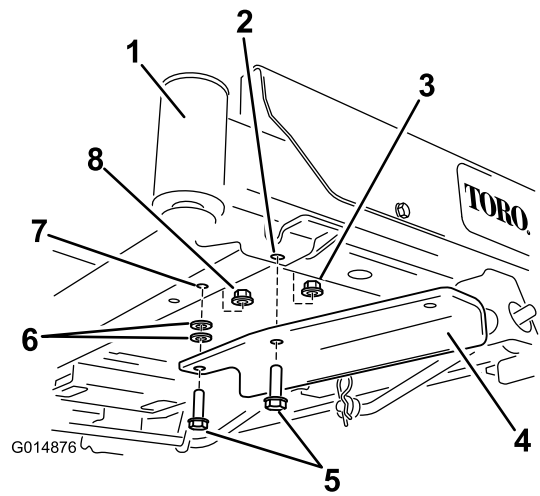

Bild 6
- Maschinen ohne Hubfußpedal: Befestigen Sie die Halterung mit zwei Schrauben (3/8" x 1-1/4"), zwei Scheiben und zwei Sicherungsmuttern (3/8") (Bild 6). Eine Sicherungsmutter finden Sie in den losen Teilen und die andere haben Sie vorher entfernt.